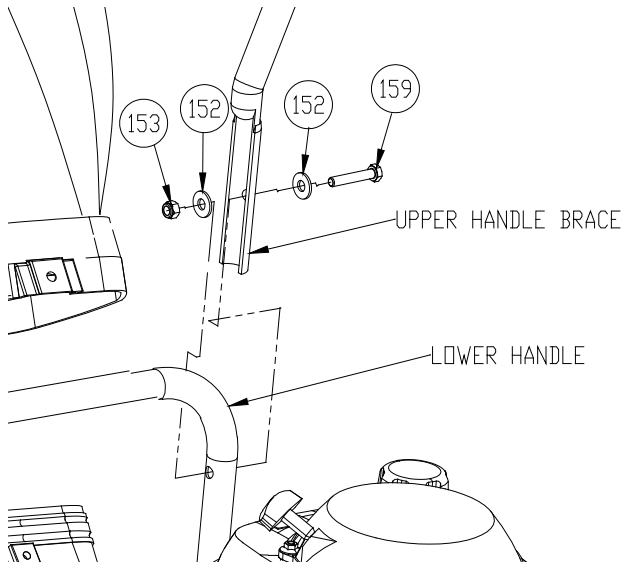

Figura 3
4. Fixe a abraçadeira do guidão superior ao guidão inferior usando os componentes correspondentes. Então repita este passo do outro lado. (Consulte a *Figura. 3* na próxima página)